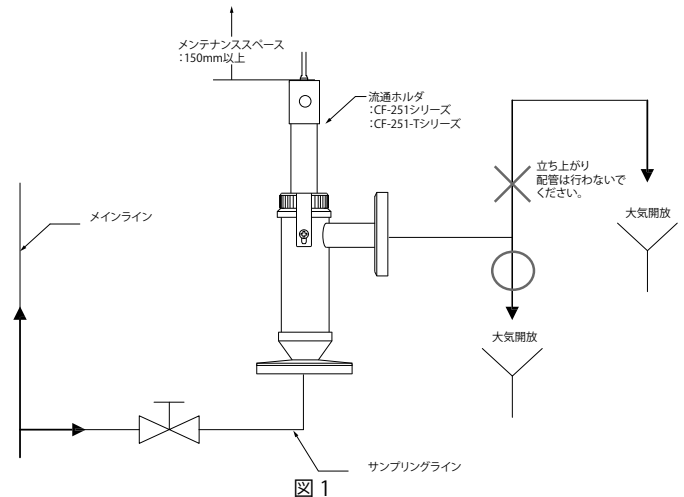

図 1
- ・流入側には必ず、バルブを設けてください。【図 1】参照してください。